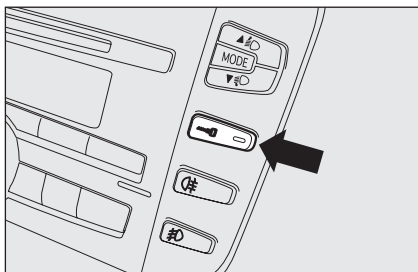

fig. 13
- ☐ tecla **fig. 13** de bloqueo/desbloqueo de las puertas, situada en el embellecedor central;
El dispositivo se activa automáticamente en todas las puertas con una doble presión en la tecla **fig. 13** de la llave con mando a distancia.